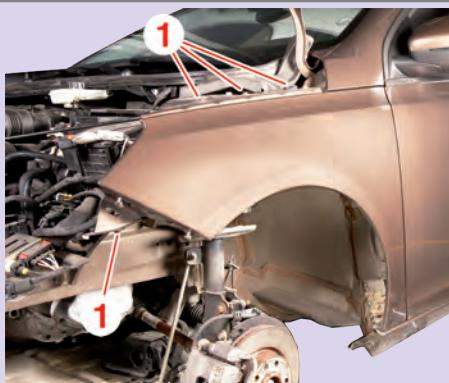

Fig.1
- Déposer les vis (1) (Fig.1).